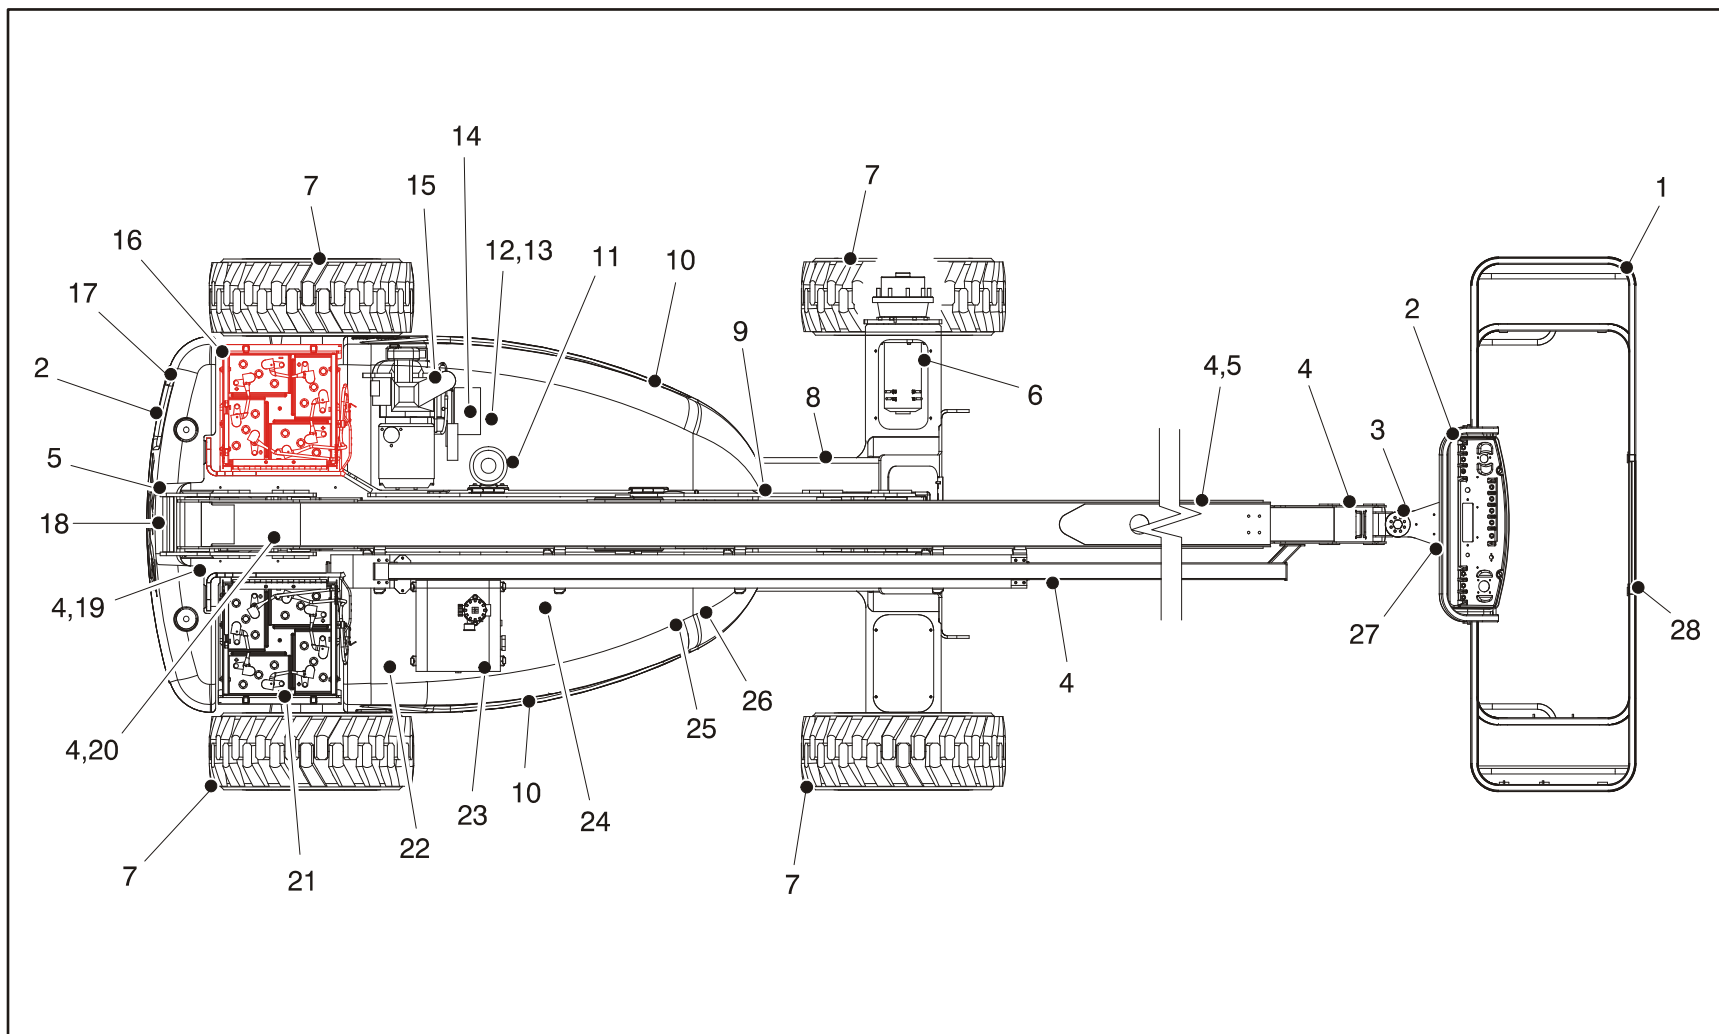

Figure 2-4. Ronde d'inspection quotidienne - Fiche 1 de 4
4. **“Ronde d'inspection”** – Voir la Figure 2-4., la Figure 2-5. et la Figure 2-7.